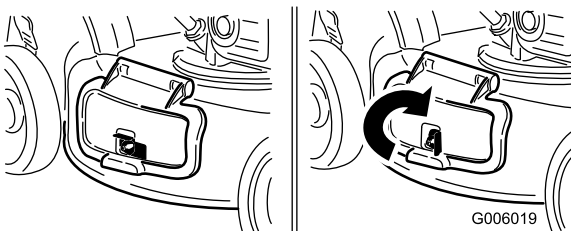

Figure 35
**Important:** Verrouillez le volet d'éjection latérale après l'avoir fermé (Figure 35).